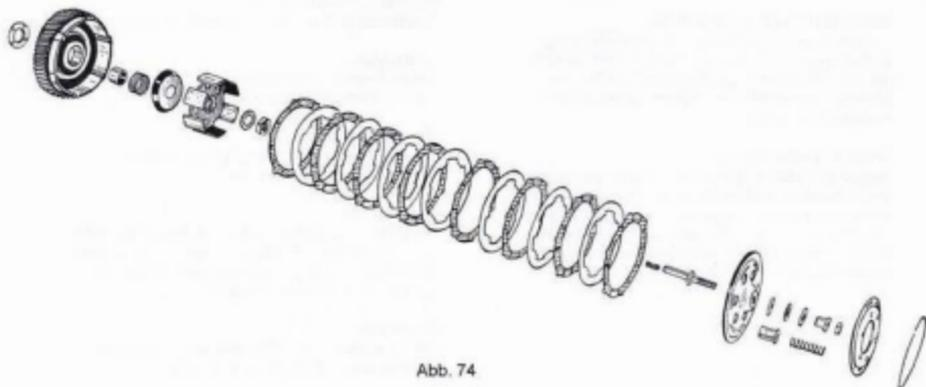

Abb. 74
Die Kupplungsgruppe besteht aus (s. Abb. 74):
- die Scheiben, die Einbaureihenfolge beachtend (s. Abb. 74).